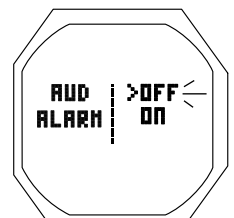

Fig. 34 - RÉGLAGE DU SIGNAL SONORE D'ALARME
**RÉGLAGE DU SIGNAL SONORE D'ALARME (AUD)** : paramètres affichés (Fig. 34)